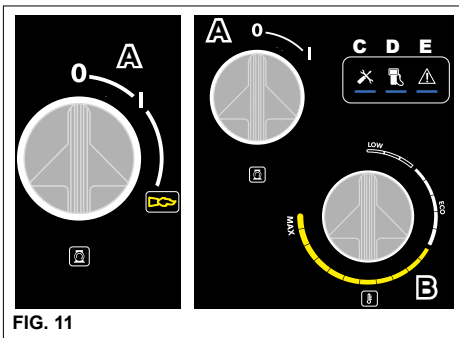

FIG. 11
- 3) Starta tvättaggreatet genom att vrida strömbrytaren till läge "I" (fig. 11 A).
**Nollställ de blinkande genom att vrida huvudströmbrytaren "A", fig. 11, till läge "0" och sedan till läge "I".**
termostatvredet "B" till läge "0" (fig.11), låt apparaten svalna i ca 3 minuter med pistolen öppen.